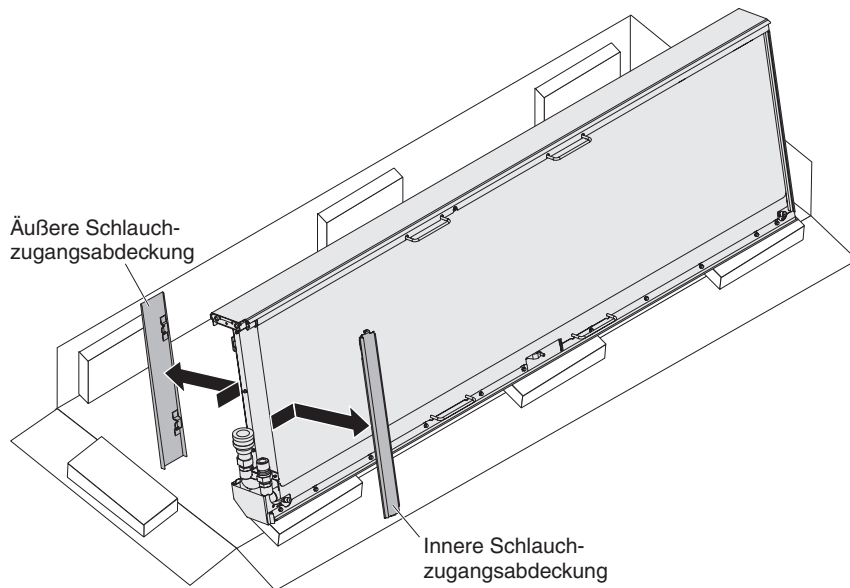

Abbildung 57. Wärmetauscher um 90 ° drehen und Schlauchzugangsabdeckungen entfernen
6. Eine Person muss den Wärmetauscher auf den mitgelieferten Unterlagen abstützen, während eine andere Person die inneren und äußeren Schlauchzugangsabdeckungen entfernt. Drücken Sie die Abdeckungen nach oben und außen, um sie zu entfernen. Siehe Abb. 57. Legen Sie die Schlauchzugangsabdeckungen zur Seite.